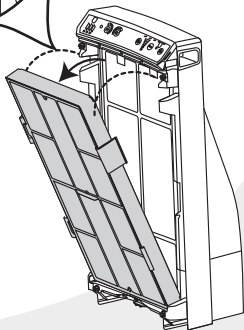

FIG. 3
3. **Oscile** los filtros hacia fuera retirándolos del armazón (Fig. 3).